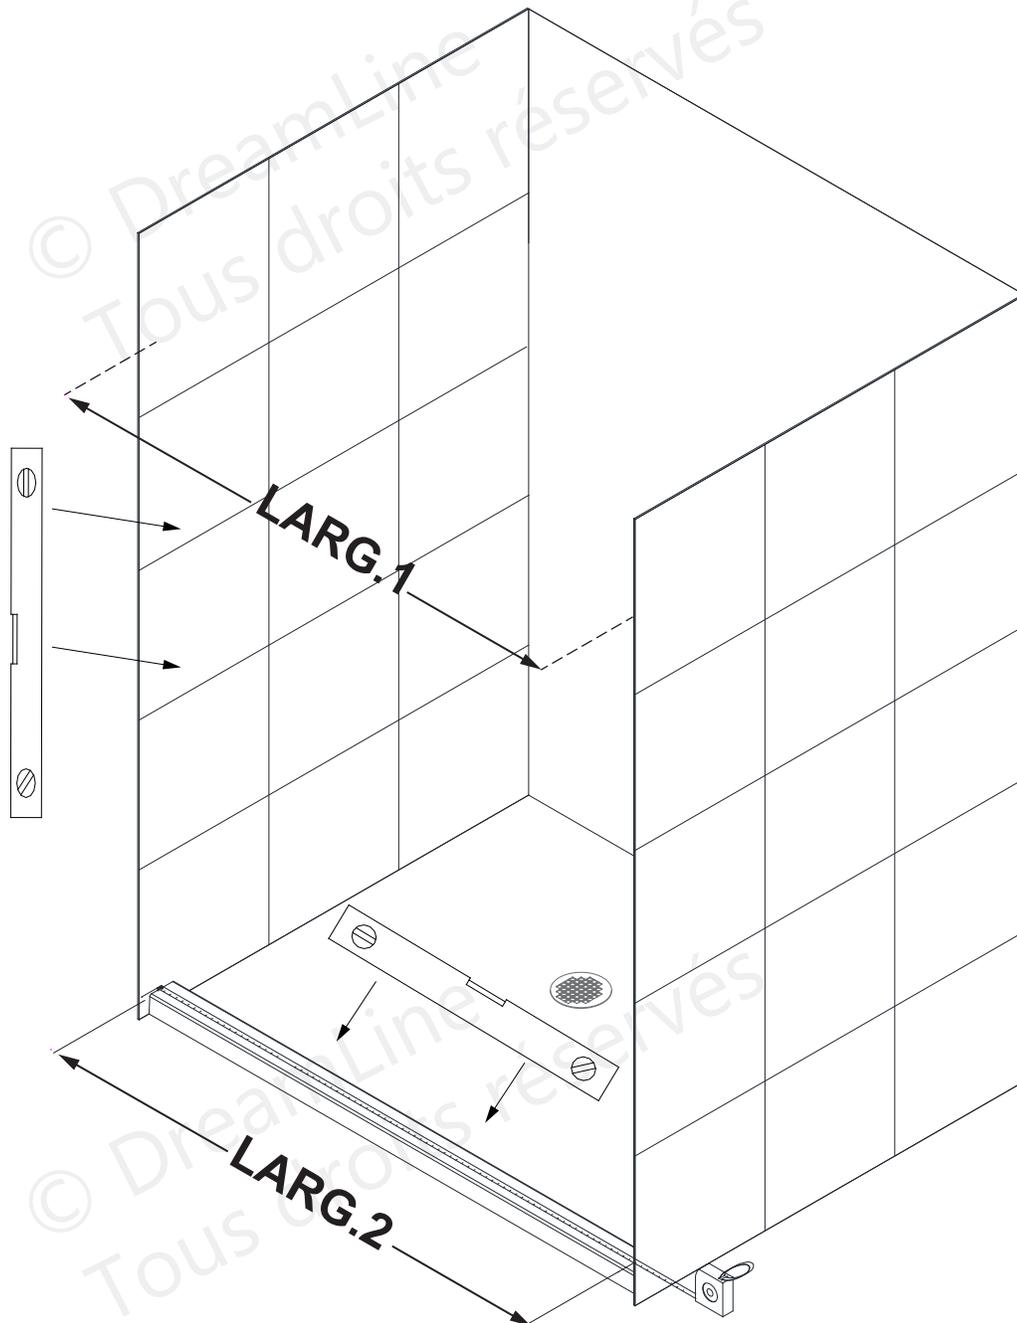

Fig 1
1. Mesurez la largeur de l'ouverture finie dans le bas et en haut à la hauteur du modèle. Utilisez ces dimensions en tant que «**LARG.1**» (**en haut**) et «**LARG.2**» (**et bas**) pour l'**étape 2**. Vérifiez également le niveau du seuil et l'aplomb des murs. (**Fig 1**)